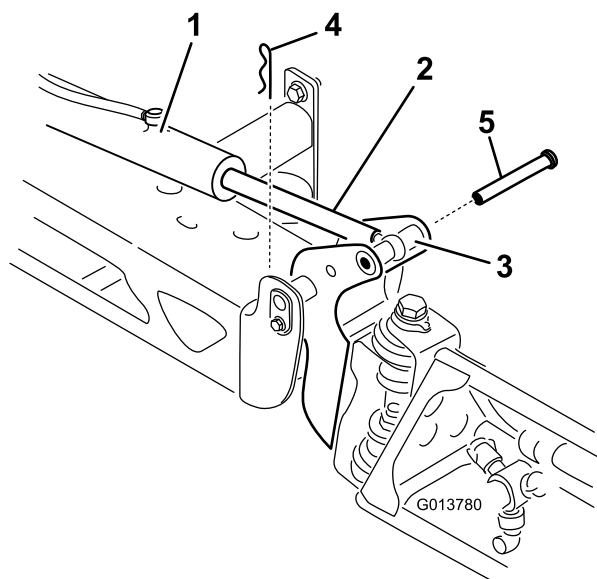

Figura 105
2. Togliete la coppiglia dal perno di articolazione (Figura 105).
3. Sollevate la barra, togliete il perno (Figura 105) e fate scendere lentamente la barra a terra.
9. Tenete ferma la barra e inserite il perno attraverso il perno della barra e l'asta dell'attuatore (Figura 105).